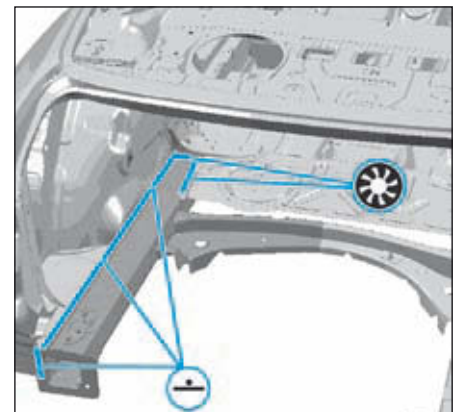
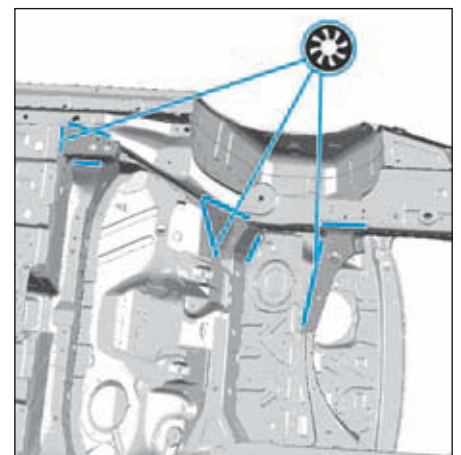
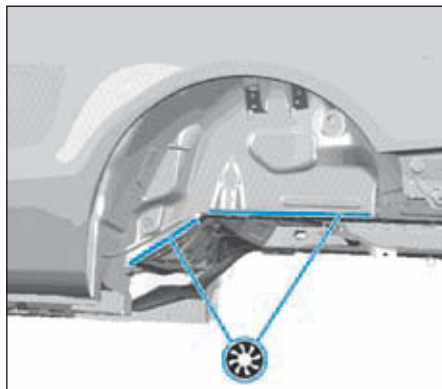

FIG. 153
FIG. 154
FIG.155
- Ajuster et souder comme illustré (Fig.153), (Fig.154) et (Fig.155).